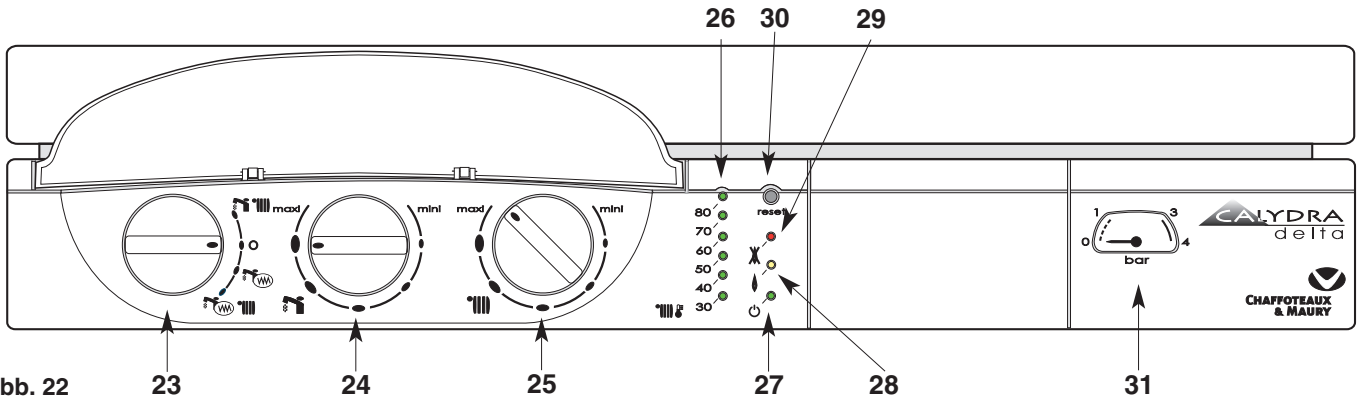

Abb. 22
Schalttafel (Abb. 22)
4. Öffnen Sie die Gaszuführung am Gashahn **34** (Abb. 22) und stellen Sie ihn auf die Position . Ihr Heizkessel ist betriebsbereit.
- Stellen Sie den Schalter **23** (Abb. 22) auf  die grüne Leuchtanzeige ; leuchtet; die orangefarbene Leuchtanzeige **28** leuchtet jedes Mal dann auf, wenn der Brenner sich in Betrieb setzt. Wenn Wasser läuft, stellt die Heizung ihren Betrieb ein.
Mit dem Einstellknopf der Heizung **25**  (Abb. 22) kann die Wassertemperatur des Heizungskreislaufs je nach den saisonbedingten Bedürfnissen eingestellt werden. Drehen Sie den Knopf **25**:
Der Anzeiger **26**  (Abb. 22) zeigt die betreffende Temperatur an. Wenn Ihre Wohnung mit einem Raumthermostat ausgerüstet ist, stellen Sie diesen auf die gewünschte Raumtemperatur ein.
- Stellen Sie den Schalter **23** auf «**O**» die grüne Leuchtanzeige bleibt an. **27** (Abb. 22) und die Frostschutzfunktion bleibt aktiviert.
- Bringen Sie den Schalter **23** in Stellung Stop **O** die grüne Kontrollleuchte **27** (Abb. 22) erlischt
Vergessen Sie nicht, das Ventil am Anfang der Heizsaison wieder aufzudrehen, wenn Sie den Schalter **23** (Abb. 22) auf  stellen.